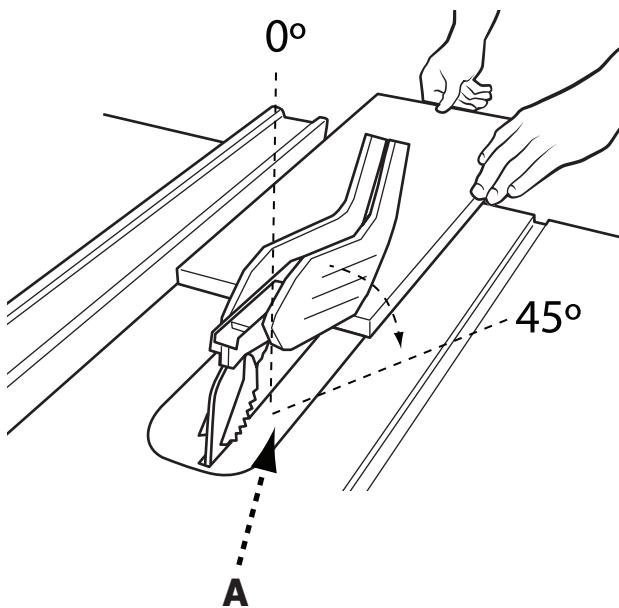

FIGURA 24
Cortar al hilo biselado es igual al corte al hilo excepto que el ángulo de biselado (A) se ajusta a un ángulo excepto  $0^\circ$ . Cuando realice un corte al hilo biselado, coloque la guía en el lado derecho de la hoja de modo que esta se incline en dirección contraria a la guía y las manos. (FIGURA 24).
**Para realizar un corte transversal, consulte la FIGURA 24 y siga este proceso:**